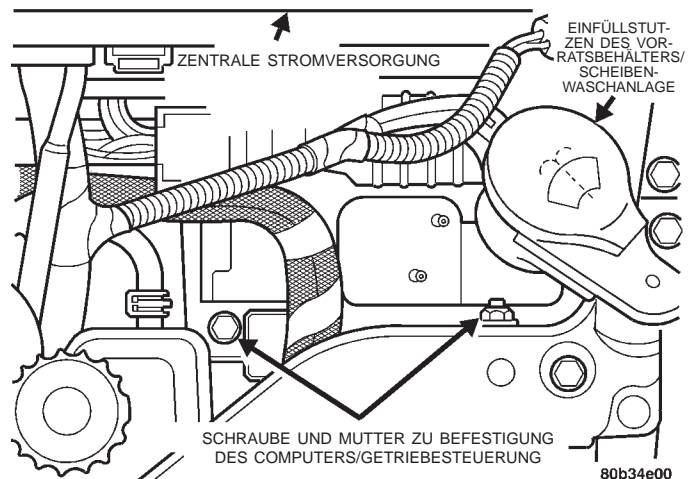

Abb. 11 Befestigung des Computers/Getriebesteuerung
(5) Die Schraube lösen, mit der der Einfüllstutzen des Vorratsbehälters der Scheibenwaschanlage am Fahrzeug befestigt ist. Den Einfüllstutzen zur Seite bewegen, ohne dabei die Einfüllleitung zu lösen (Abb. 11).
(6) Die Mutter und die Schraube lösen, mit denen der Computer/Getriebesteuerung und dessen Halterung befestigt sind (Abb. 11). Computer/Getriebesteuerung anheben und aus dem Montagebereich herausbewegen.
(8) Computer/Getriebesteuerung wieder einbauen (Abb. 11).
(9) Den Einfüllstutzen des Vorratsbehälters der Scheibenwaschanlage wieder an der Kühlerhalterung befestigen.
(10) Das Tempomat-Servolement wieder an Stehbolzen und Kühlerhalterung befestigen.
(11) Bremspedal-Haltewerkzeug entfernen.
(12) Massekabel wieder an den Massestehbolzen am linken Federbeindom anschließen. Befestigungsmutter für das Massekabel ansetzen und mit einem Anzugsmoment von 28 N·m (250 in. lbs.) festziehen.